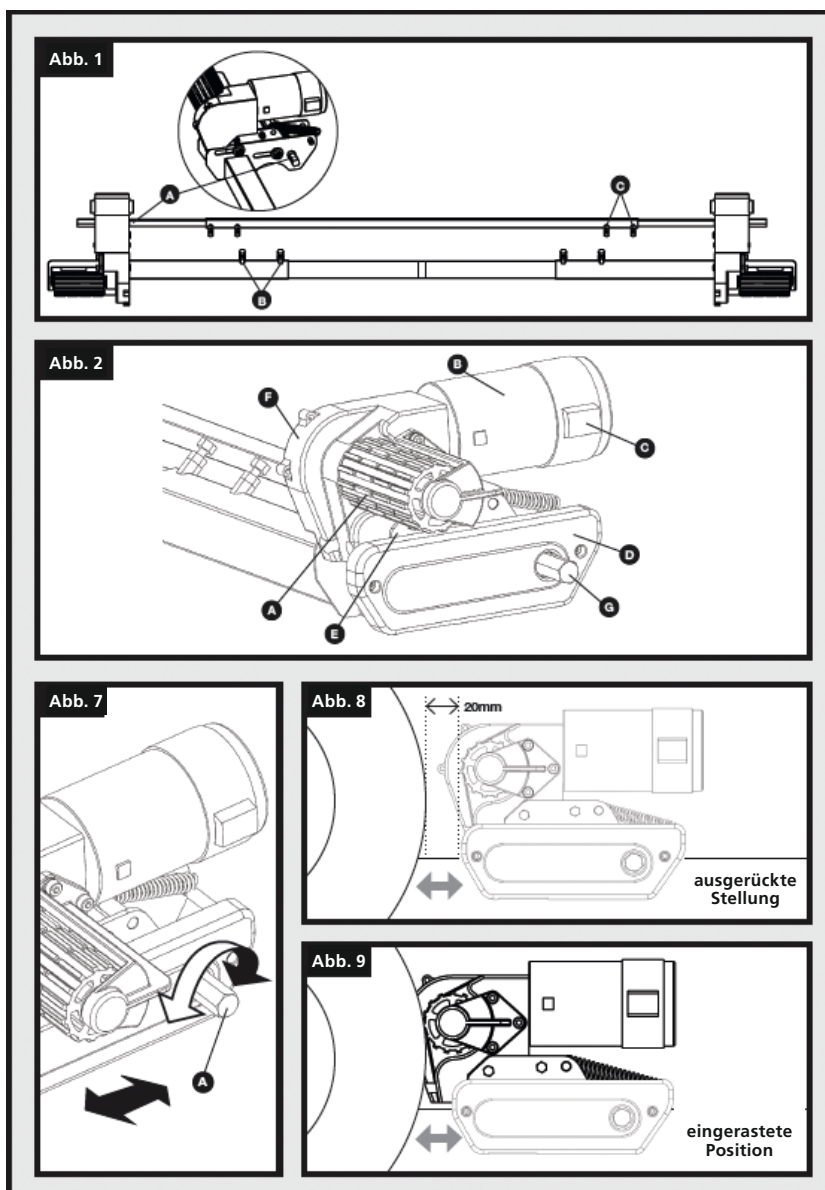

Abb. 10
Legen Sie die Baugruppe (Abb.1) lose unter den Wohnwagen. Grundsätzlich sollte die Einheit vor den Rädern des Wohnwagens montiert werden. Ist eine Montage in dieser Position nicht möglich, kann sie auch hinter den Rädern montiert werden, indem die gesamte Baugruppe um 180° gedreht wird (Hinweis: Beachten Sie in diesem Fall bei der Verkabelung Ihres Systems den Schaltplan der Hinterachse). Vergewissern Sie sich, dass der Hauptquerträger (3) in der Mitte der Caravan/Rangierhilfe-Baugruppe positioniert ist (die Mitte ist markiert). Stellen Sie die seitliche Position jeder Motorseite so ein, dass sich die Rollen in der Mitte des Reifens oder so nahe wie möglich an der Mitte befinden, und stellen Sie sicher, dass zwischen dem Reifen und dem Getriebe des Rangierhilfe ein Abstand von 10 mm verbleibt (Abb.10).
Wenn die Hauptbaugruppe lose auf dem Fahrgestell montiert ist, schieben Sie die gesamte Baugruppe entlang des Fahrgestells, bis die Rollen 20 mm von der Oberfläche jedes Reifens entfernt sind (Abb.8). Zum Einstellen dieses Abstands sind zwei 20-mm-Abstandshalter (30) vorgesehen. Beachten Sie, dass sich die Antriebseinheiten in der ausgerückten Position befinden sollten, wenn der 20-mm-Abstand eingestellt ist. Achten Sie bei der Einstellung des Abstands darauf, dass die Rollen beider Antriebseinheiten sowohl horizontal als auch vertikal mittig zu den Fahrzeugreifen ausgerichtet sind, um den bestmöglichen Radkontakt zu gewährleisten (siehe Abb. 10 als Referenz). Wenn die Rollenbreiten die des Reifens überschreiten, ist darauf zu achten, dass das Ende der Rolle mit der Außenwand des Reifens eine gemeinsame Flucht bildet. Ein Überstand an der Innenwand des Reifens ist bei dünneren Reifen akzeptabel und sollte die Funktion oder Haftung nicht drastisch beeinträchtigen.